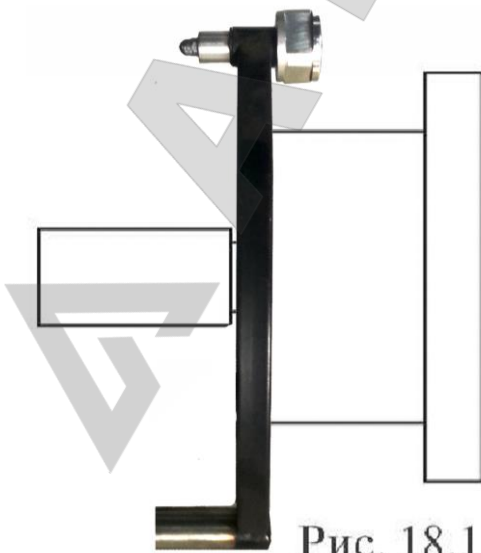
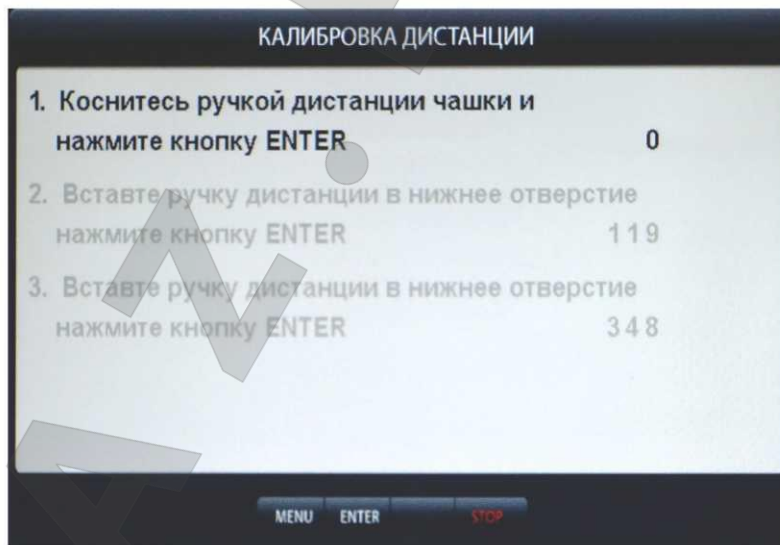

Рис. 18.1
рис.18.3
19.1.1. Калибровка тракта измерения дистанции. Для оценки погрешности устройства ввода дистанции выдвиньте штангу ввода параметров и уприте внешнюю боковую сторону её рукоятки в задний торец фланца вала, как показано на рис. 18.1. При этом на экране ввода геометрических параметров (см. рис.10.2) появится величина дистанции. Если величина дистанции не равна 135 ± 5 мм, то устройство ввода дистанции требует калибровки.
Нажмите кнопку «MENU», в открывшемся окне MENU выберите пункт «Калибровка», нажав соответствующую кнопку в верхнем ряду клавиатуры. Откроется окно КАЛИБРОВКА. Выберите п. 2 «Калибровка дистанции» нажав кнопку 2 в верхнем ряду клавиатуры, откроется окно КАЛИБРОВКА ДИСТАНЦИИ (рис.18.3). Выдвиньте штангу ввода параметров, уприте внешнюю боковую сторону её рукоятки в задний торец фланца вала, как показано на рис. 18.1 и нажмите кнопку «ENTER». В окне КАЛИБРОВКА ДИСТАНЦИИ выделится второй пункт: «2. Вставьте ручку дистанции в нижнее отверстие, нажмите кнопку «ENTER»